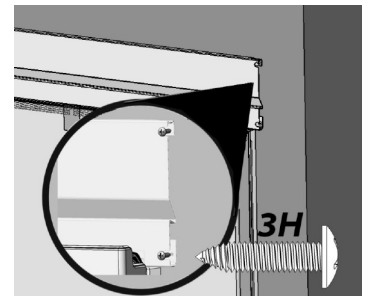

Fig. 13
- b. Percez des avant-trous de  $\frac{1}{8}$  po et fixez deux vis 3H sur le côté droit de la garniture supérieure à l'aide d'un tournevis cruciforme dans les armoires (Fig. 13).